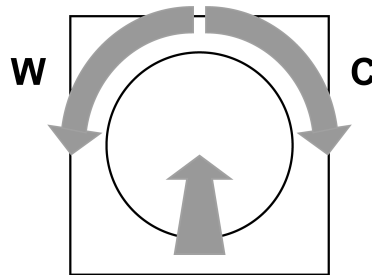

Bild 2
Beim Speichern der Farbtemperatur darauf achten, dass die letzte Drehung des gedrückten Betätigungsknopfes (siehe Bild 2) für die wärmste Lichtfarbe nach links (W) und für die kälteste Lichtfarbe nach rechts (C) erfolgen muss.
- Gedrückten Betätigungsknopf nach links (W) drehen, bis die gewünschte wärmste Lichtfarbe erreicht wird, und in dieser Position länger als 10 Sekunden gedrückt halten.